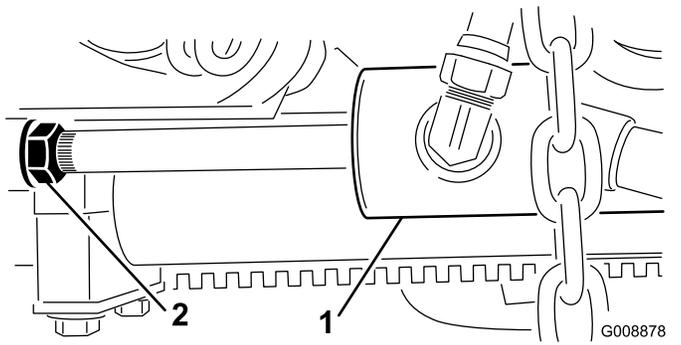

Рисунок 29
- Ослабьте контргайку на штоке гидроцилиндра подъема (Рисунок 29).